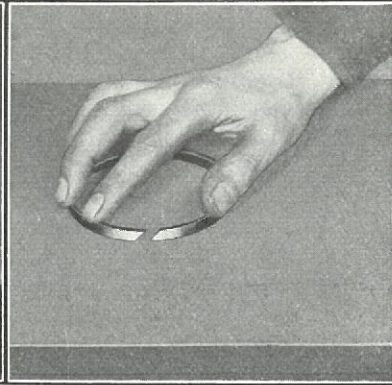
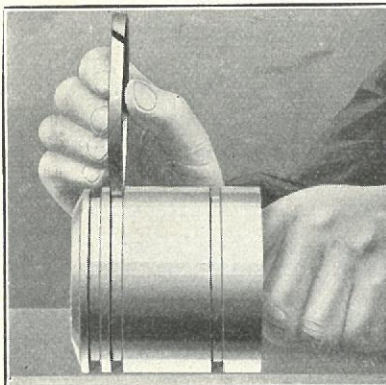

Fig. 253
Fig. 254
- 428** Derefter kontrolleres Ringene paa en Planskive for at sikre, at de ikke er skæve (Fig. 253). Hvis de er gode, prøves de i Rillen paa det Stempel, i hvilket de skal arbejdede, som vist i Fig. 254. Ringen skal passe i Rillen med en Tolerance fra 1 til 2 Tusindedel Tomme. Hvis Ringen gaar for stramt, kan den slibes til ved at gnides frem og tilbage paa fint Sandpapir anbragt paa Planskiven.